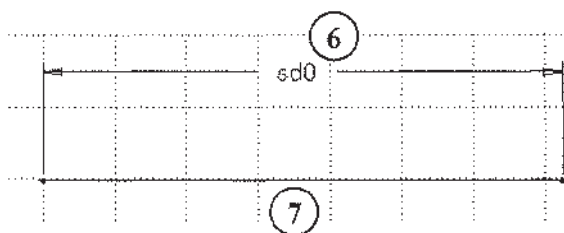

Рис. 2.33. Второй пример простановки линейных размеров
На рис. 2.33 — второй пример простановки линейного размера: левой кнопкой мыши выбирается отрезок (7), средней — место расположения символа размера (6).